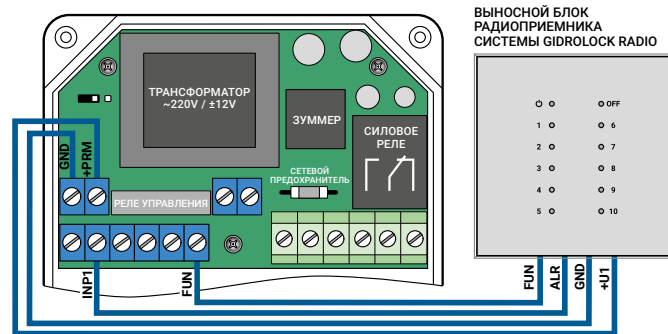

Рис. 9. Схема подключения выносного блока радиоприемника системы GIDROLOCK RADIO
6.7. Рис. 9. Схема подключения к блоку управления выносного блока радиоприемника системы GIDROLOCK RADIO для использования радиодатчиков протечки воды GIDROLOCK WSR. Возможно подключение к блоку управления одного выносного блока радиоприемника. К одному радиоприемнику можно подключить до 10 беспроводных радиодатчиков WSR.